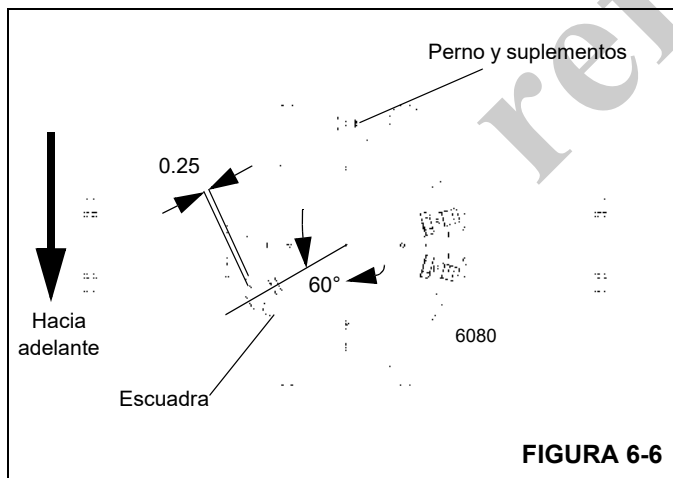

FIGURA 6-6
3. Asegure que el agujero roscado de la parte inferior de la base del adaptador giratorio eléctrico quede alineado con el agujero de montaje de la escuadra de la caja del adaptador giratorio hidráulico. Instale el perno a través del agujero de la escuadra e instale la tuerca. Enrosque el perno en la base del adaptador giratorio eléctrico hasta que su cabeza se encuentre a aproximadamente 0.25 pulg (6.4 mm) de la escuadra. Apriete la tuerca contra el adaptador giratorio eléctrico (Figura 6-6).